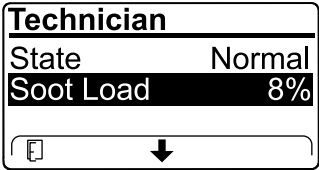

Figure 32
- Affichez la charge de suie mesurée dans le FAP sous forme d'un pourcentage (Figure 32) ; voir le tableau de charge de suie.